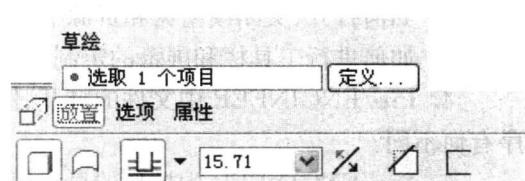

图 1.1 拉伸工具操控板
(1) 开机进入 Windows,从“开始”菜单或桌面快捷方式进入 Pro/ENGINEER 野火版界面。
(2) 选择“文件”菜单的“新建”选项,在打开的“新建”对话框中选择 Part 模式,接受缺省的零件名称 prt0001,允许使用缺省模板,进入零件造型模块。
(3) 单击“基础特征”工具栏上的拉伸工具按钮 或选择“插入”菜单下的“拉伸...”菜单项,Pro/ENGINEER 将弹出如图 1.1 所示的拉伸工具操控板。
(4) 单击操控板或“放置”上滑面板上的“定义”按钮创建将要拉伸的二维截面。